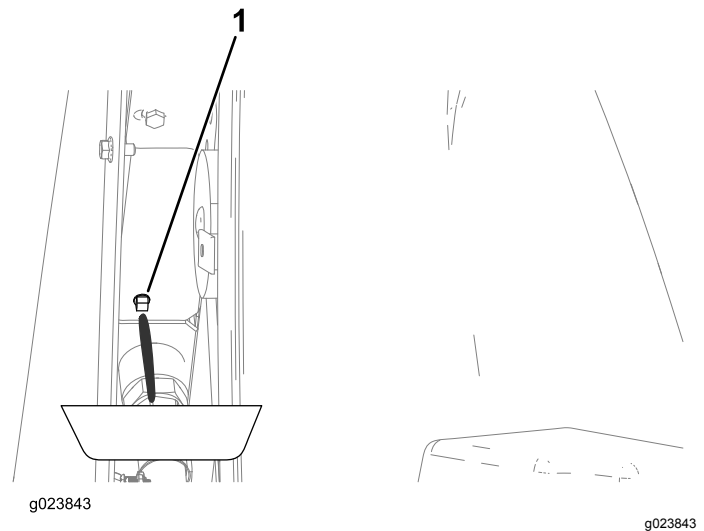

Figura 111
4. Posicione uma bandeja de drenagem sob o bujão de drenagem (Figura 111).
7. Instale o bujão de drenagem (Figura 111).
C. Instale o bujão de drenagem (Figura 111).
- H. Instale o bujão de drenagem (Figura 111).